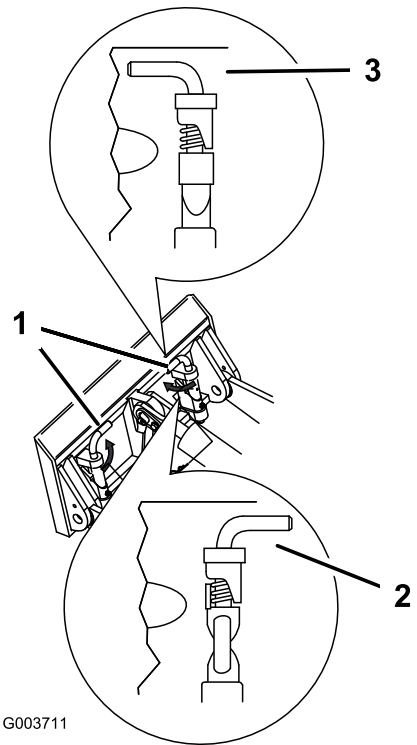

Рисунок 17
7. Закрепите быстроустанавливаемые штифты, убедившись, что они полностью вошли в монтажную пластину (Рисунок 17).